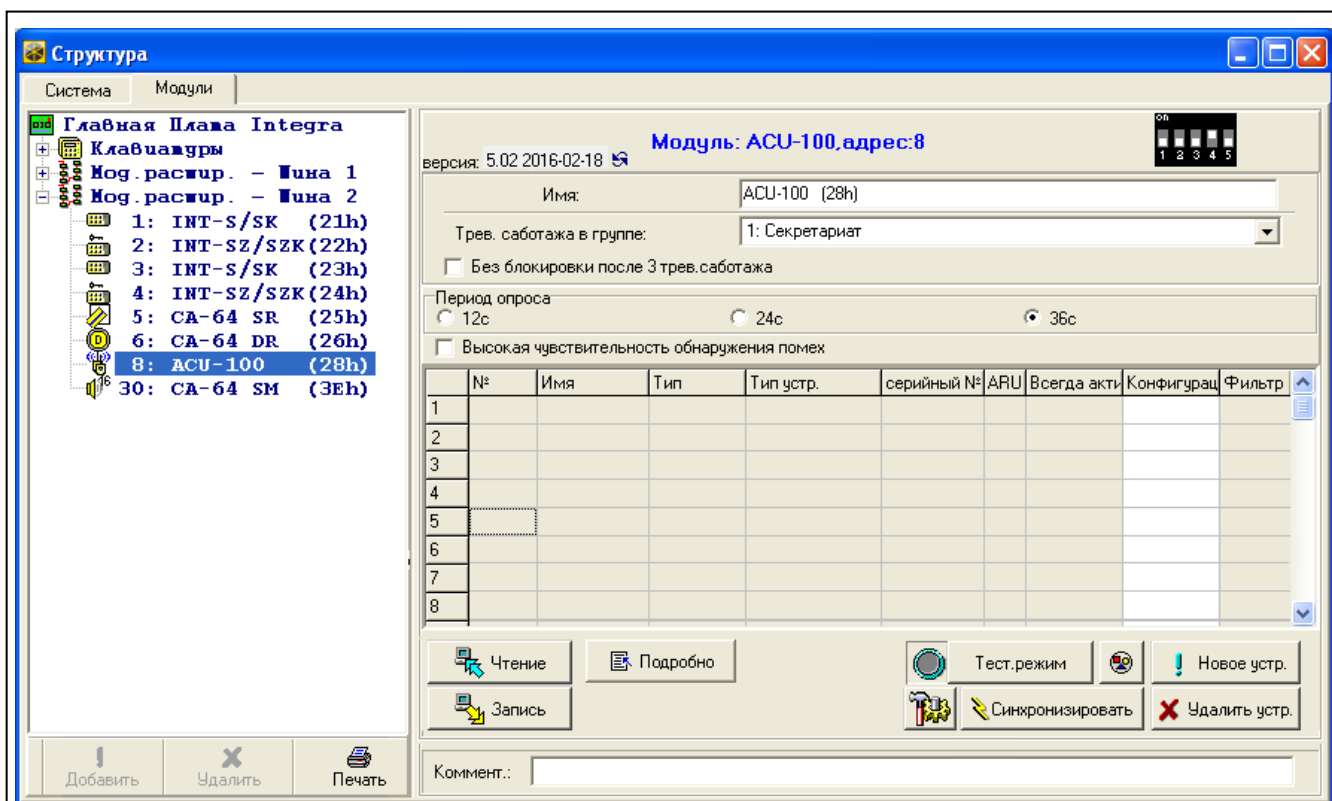

Рис. 3. Программа DLOADX: параметры и опции контроллера, подключенного к прибору INTEGRA / INTEGRA Plus.
- INTEGRA / INTEGRA Plus – в окне «Структура», в закладке «Модули» после того, как кликнуть в списке устройств по контроллеру (рис. 3);